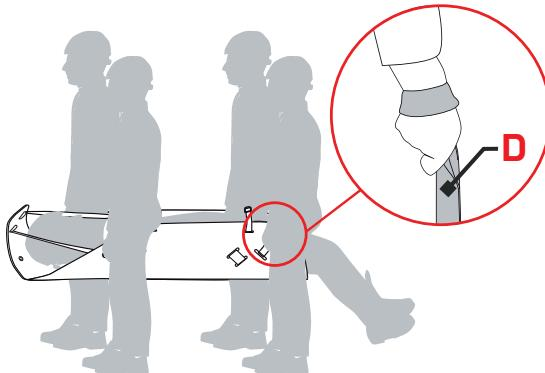
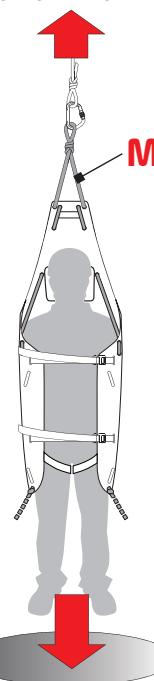
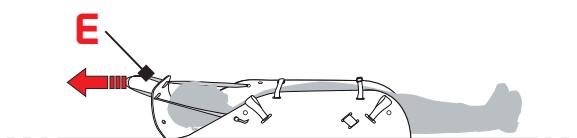

Abb. 3
Abb. 5
Abb. 4
- 1:3 = Nutzlast: 150 kg zum manuellen Heben mit den Griffen (D) - (Abb. 3),
- 1:3 = Nutzlast: 150 kg durch manuelles Schleppen an der Schlinge (E) - (Abb. 4)
- 1:10 = Nutzlast: 150 kg durch Heben/Abseilen mit Bergungsvorrichtungen über Seil (M) (Abb. 5).
Die Rettungstrage „**HALF ROLLY**“ eignet sich, um den Patienten mit den Seitengriffen (Abb. 3) zu heben und zu transportieren, diesen mit der Schlinge zu schleppen (Abb. 4) und um diesen mit einem statischen Seil in der Vertikalen abzuseilen oder zu heben (Abb. 5).